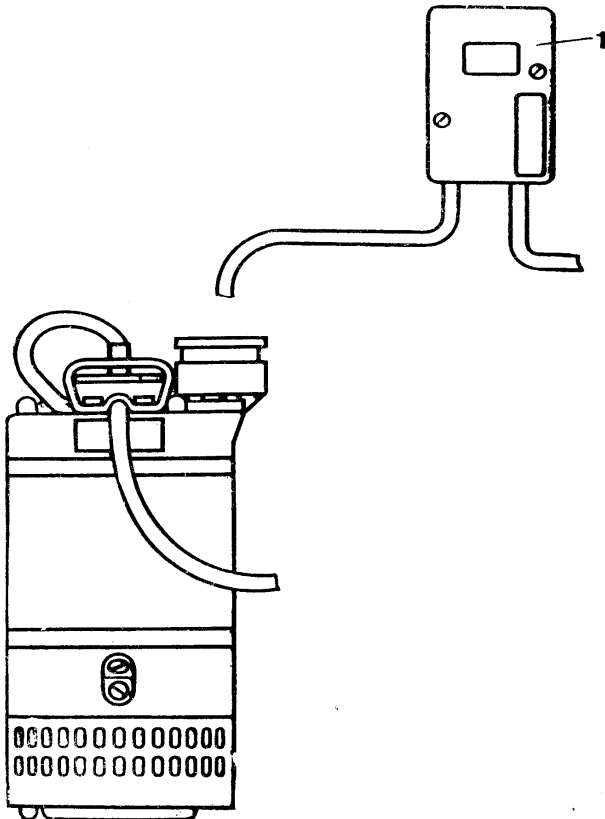

Рис. 1
4.6. АВТОМАТИЧЕСКИЙ ВЫКЛЮЧАТЕЛЬ (приобретается отдельно)(рис.1 поз.1).